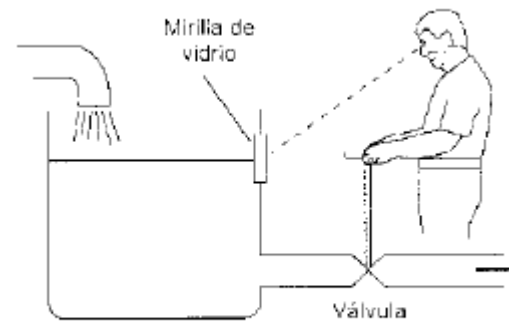

Figura 1.18 Ejemplo 4
- Para esto observa el nivel a través de una mirilla de vidrio en una de las paredes del tanque, y ajusta la cantidad de líquido que sale del tanque con la apertura o cierre de una válvula (figura 1.18).